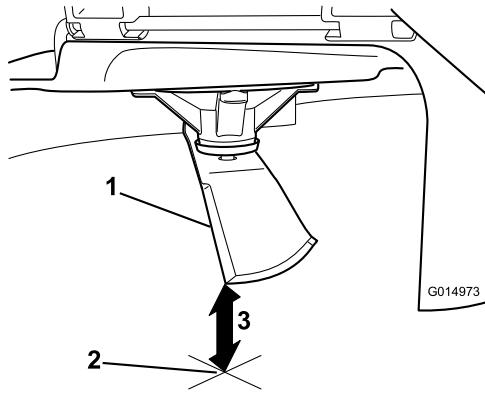

Bild 65
3. Messen Sie von der Messerspitze bis zu ebenen Fläche (Bild 65).